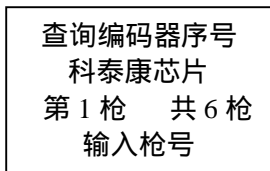
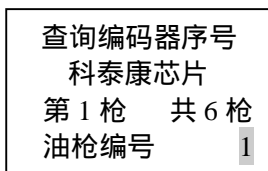

图 6-3-2 输入枪号
图 6-3-3 输入油枪编号
- (1) 在计量检定子菜单下按“1”或者“确认”键，数据采集器将执行序号查询功能。
- (2) 如果为多枪机（2枪及以上），提示输入枪号。
- (3) 无计量检定卡，则转到(9)。有计量检定卡，要求用户输入加油枪的基本信息(图 6-3-2 和图 6-3-3)，其中“油枪编号”（为加油机在站内的编号，必须与加油机在站内的实际编号一致，不可自行更改）直接按数字键输入即可。如果输入错误，可以按“返回”键清除已输入内容，然后重新输入。“油枪编号”最大值为 255。如果输入的数据大于 255，按“确认”或者“ ”键，数据